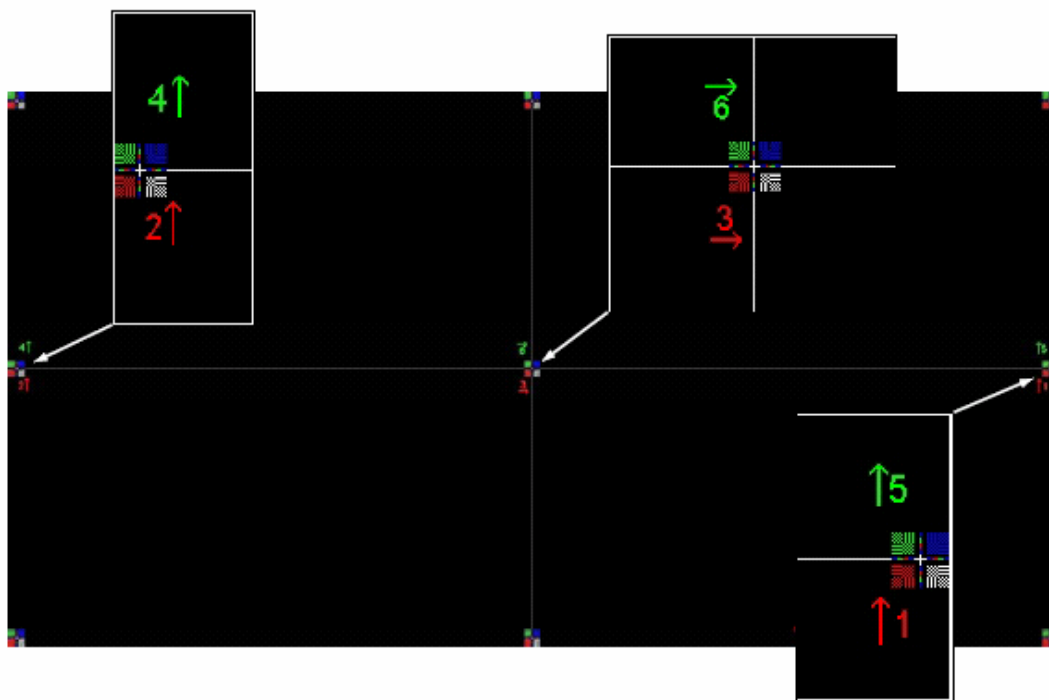

图 9-19 聚焦测试图形
1. 选择聚焦测试图形（参阅第10章“操作D-Cine Premiere DP100”中的“选择测试图形”（84页））（图9-19）。